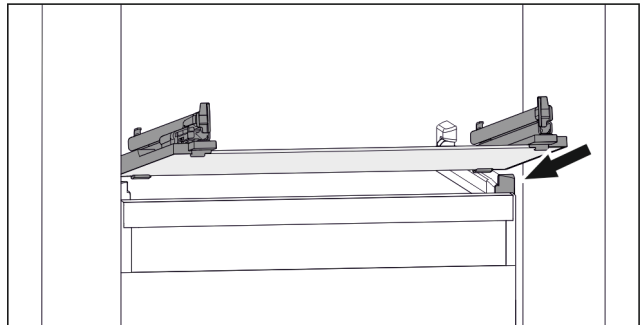

Fig. 110 Примерно изображение на стъклената плоча
- ▶ Поставете стъклената плоча под ъгъл зад ограничителите. (виж Fig. 110)